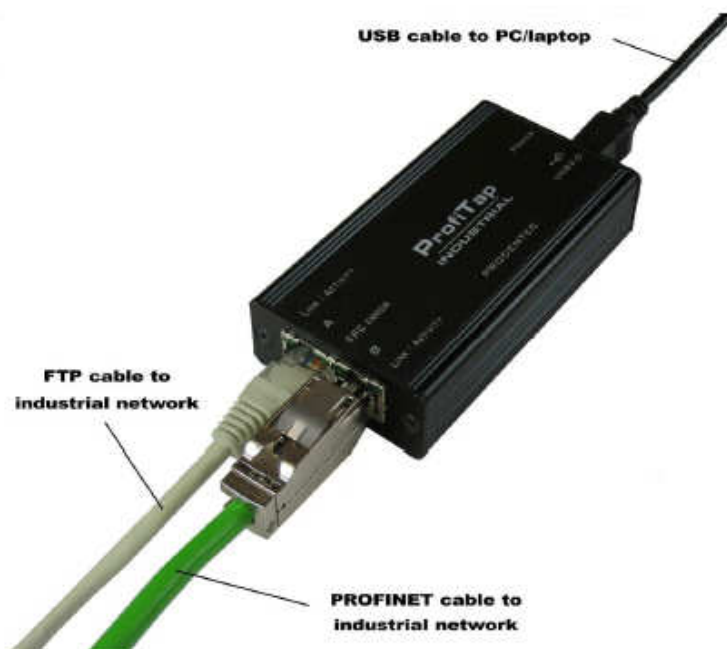

図 2
2.1.2 図 2 にあるように、ProfiTap にカテゴリ 5 以上の Ethernet ケーブルをつなぎます。FTP または STP(Foil or Shielded Twisted Pair)を使ってください。UTP ケーブルは推奨しません。